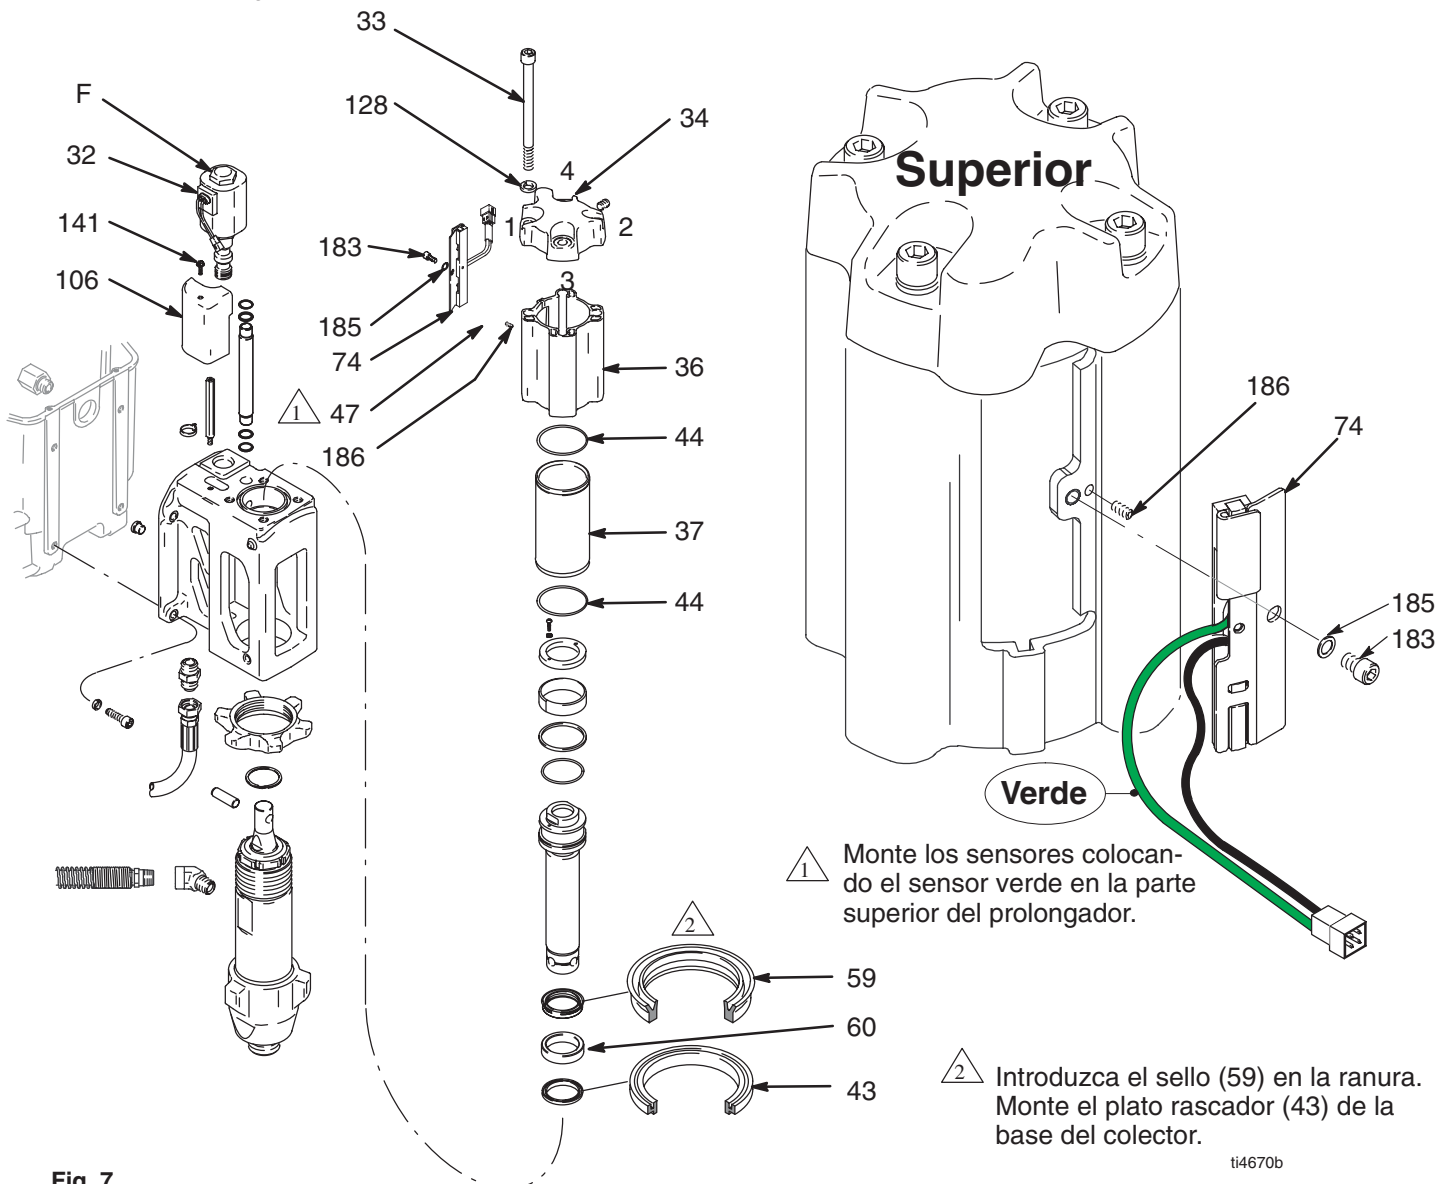

Fig. 7
2. Retire el tornillo (183), la abrazadera del sensor (184), el sensor (47) y la arandela de bloqueo (185) del prolongador del cilindro (36).
3. Fig. 7. Quite los cuatro tornillos de cabeza (33), las arandelas (128) y la tapa del cilindro (34).
4. Quite la junta tórica (44) del prolongador del cilindro (36).
5. Retire el tornillo (141) y la tapa (106).
6. Desconecte el sensor magnético (47).
7. Compruebe si hay tornillo de fijación (186) montado. Si lo hubiera, retírelo.
8. Retire el prolongador del cilindro (36).
9. Quite el cilindro hidráulico (37) y la junta tórica (44).
2. Fig. 7. Extraiga la tuerca hexagonal larga (F) situada encima de la válvula (32).